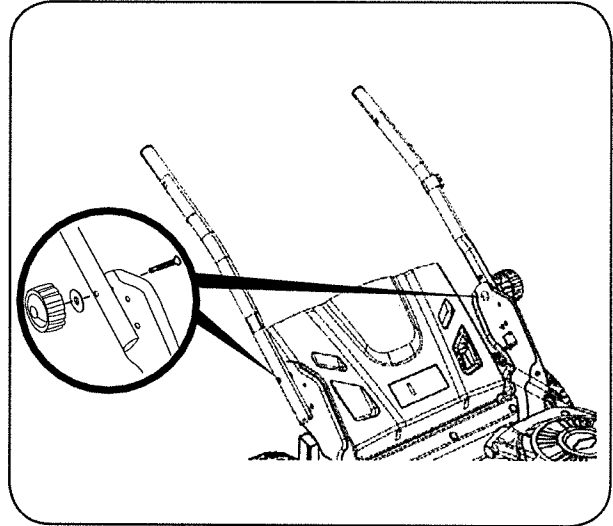

Figura 2
3. Alinee cada lado de pendiente de calibre con el objeto vertical (consultar Figura 1 and Figura 2).
4. Ajuste el pendiente de calibre arriba o hacia abajo hasta los toques esquina izquierda el pendiente (consultar Figura 1 and Figura 2).
5. Si hay un espacio par debajo de la pendiente de calibre, el pendiente es demasiado escarpa por operación segura (consultar Figura 2 above).
1. Si bien la estabilización de cortacésped por lo que no se mueve, fije la manija inferior con tuercas, arandelas y tuercas de mariposa (Figura 2).